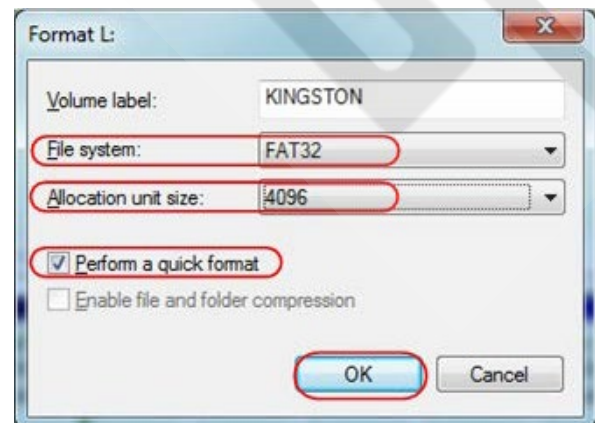

Рисунок 4.4. Настройки форматирования USB-накопителя
5) В открывшемся диалоговом окне выберите файловую систему FAT32, установите размер единичного блока выделения на значение 4096, установите галочку на опции «Быстрое форматирование» (**Perform a quick format**). Нажмите кнопку **OK** и в открывшемся диалоговом окне щелкните по кнопке «Да» (**Yes**) (рисунок 4.4).